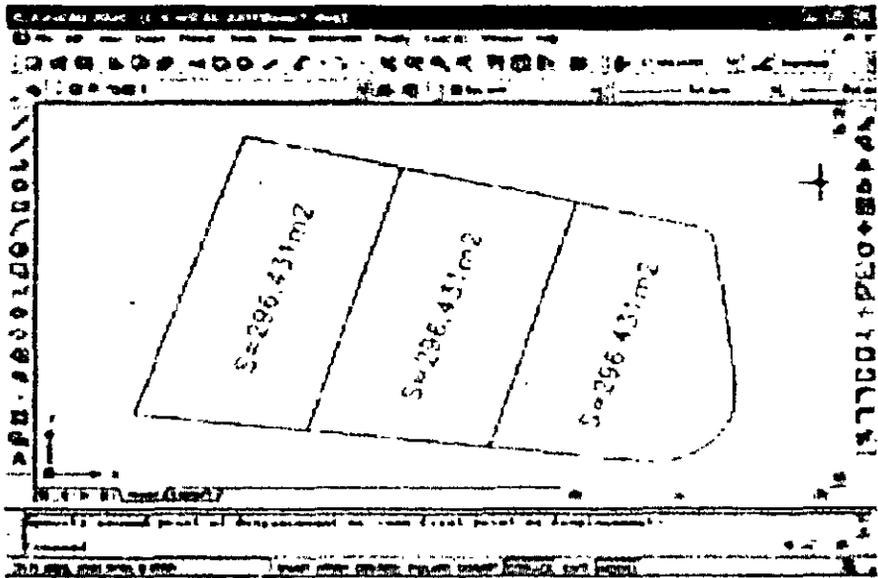

Fig. 18: Polígono subdividido.
7. Anote la superficie de cada fracción utilizando la rutina "Anotar Superficie..." para verificar que se ha subdividido el polígono en partes iguales (fig. 18)